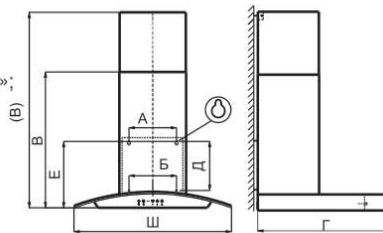

рис. 3
- 6.1 Установка вытяжного зонта (рис.3):